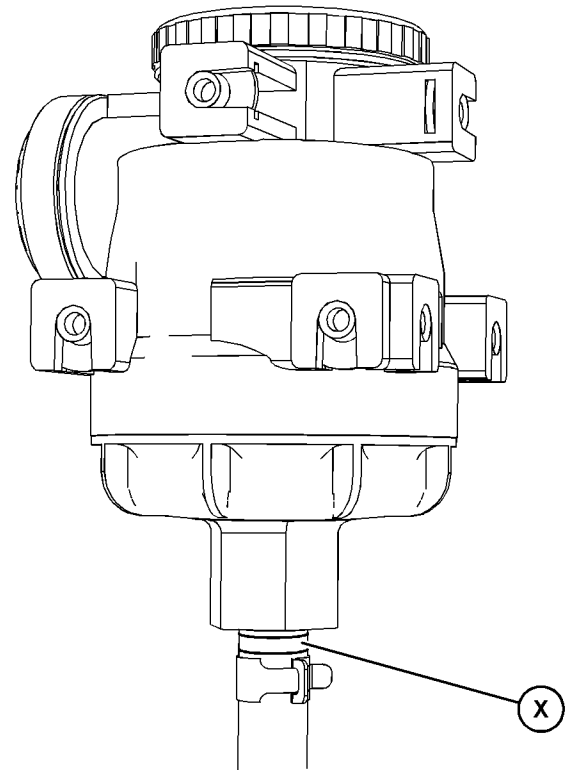

Ilustración 54
8. Desconecte la manguera (4) y el sujetador (3). Asegúrese de que la manguera quede orientada correctamente.
Si se instala una manguera nueva, el extremo de esta con la banda blanca en la posición (X) se debe conectar al recipiente del respiradero. Consulte la orientación correcta en la Ilustración 54 .